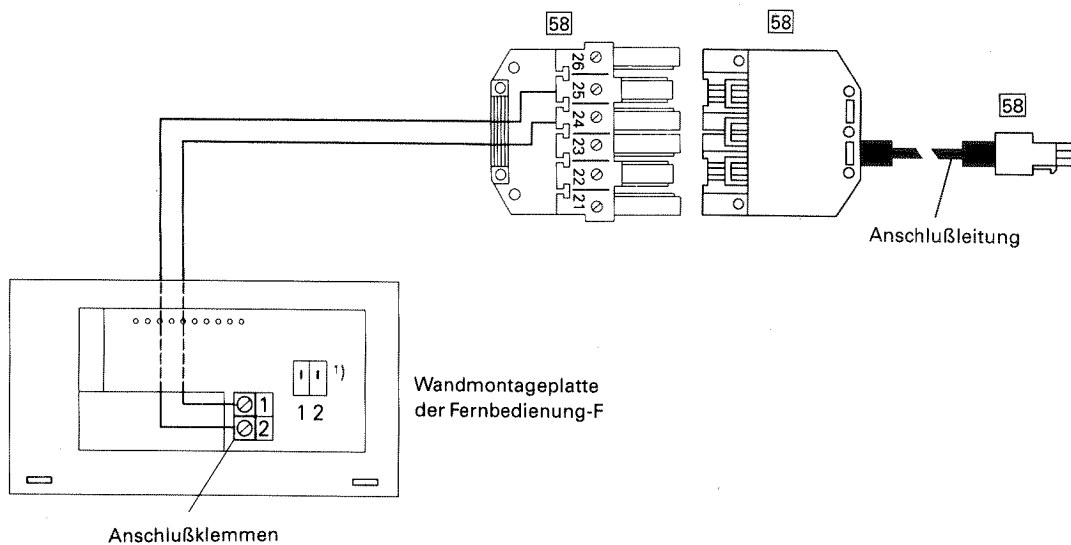

Abb. 4.1
1. Etiketten [58] auf die drei Steckverbinder nach Abb. 4.1 kleben.
2. Anschlußleitung von der Fernbedienung (2-adrig) nach Abb. 4.1 auf der nächsten Seite im Steckverbinder anschließen. Siehe auch Montageanleitung der Fernbedienung.